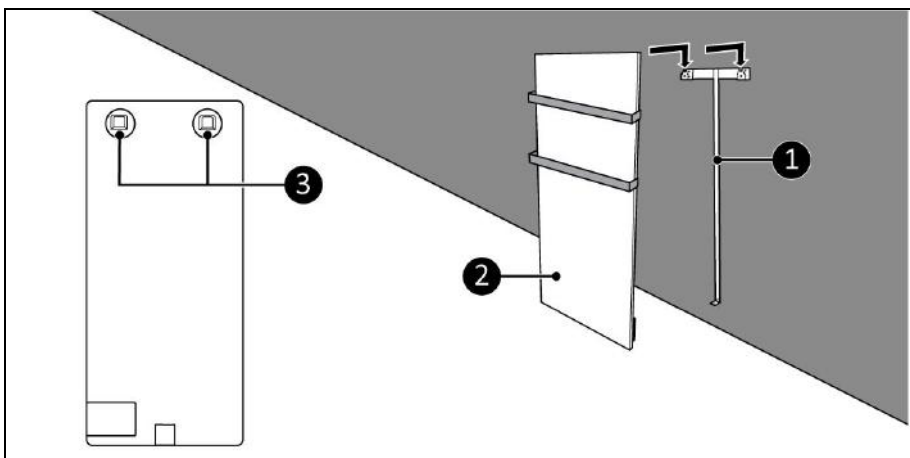

Afbeelding 9
4. Plaats de muurbeugel tegen de muur en teken de vijf gaten af (Afbeelding 9).
6. Plaats de pluggen (Afbeelding 9, pos. 3).
7. Schroef de muurbeugel (Afbeelding 9, pos. 1) met vijf grote schroeven (Afbeelding 9, pos. 2) aan de muur vast met een kruiskopschroevendraaier (Afbeelding 9, pos. 4).